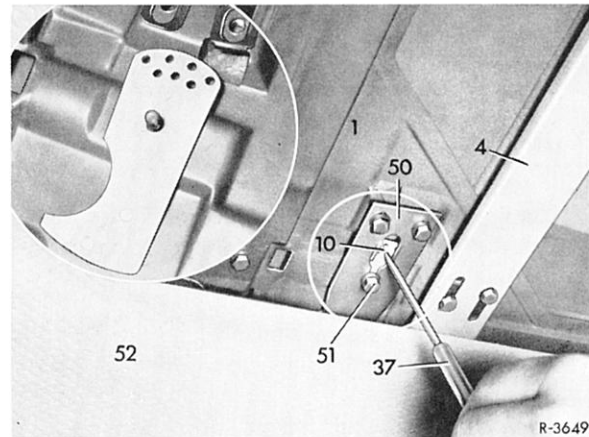

Bild 78–1/5
- 1 Schiebedachhimmel (2) ausbauen.
- 2 Bei geschlossenem Schiebedachdeckel (1) Befestigungsmutter (51) des Höhenverstellwinkels (50) lösen (Bild 78–1/5).